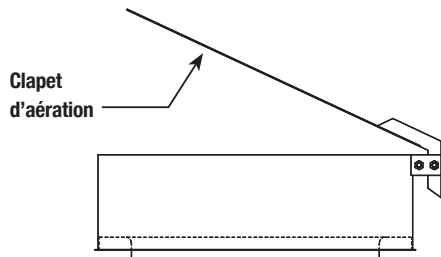

Figure 47 - Clapet d'aération (CIXØFT)
1. Utilisé sur l'évacuation des moteurs Diesel ou des turbines pour empêcher l'humidité et les débris de pénétrer dans le système. Voir **Figure 47**.